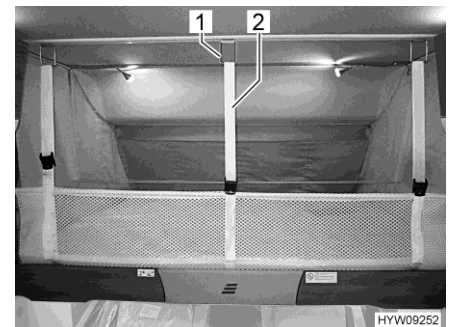

Bild 102 Sicherungsnetz (Hubbett)
- Sicherungsgurte (Bild 102,2) lösen und Sicherungsnetz unter die Matratze legen.
- Die Sicherungsgurte (Bild 102,2) in die Haken (Bild 102,1) an der Decke einhängen.